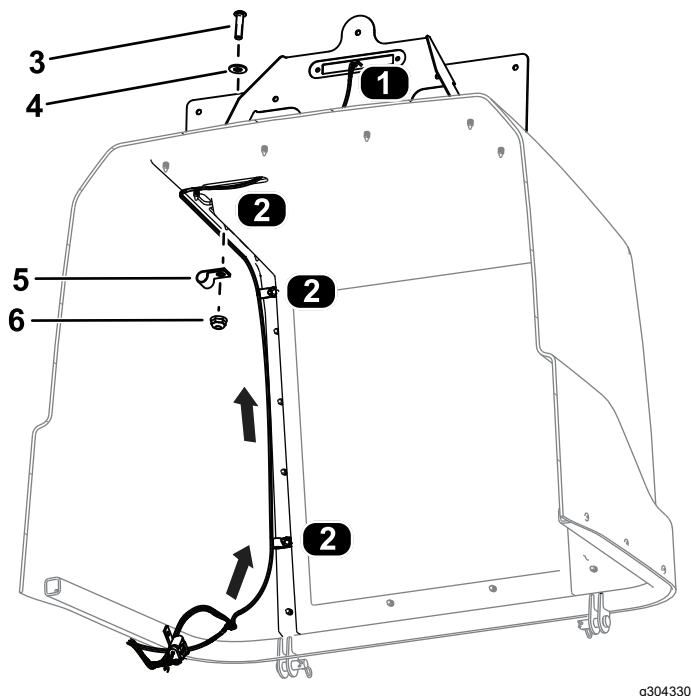

Figure 38
9. Faites passer le connecteur de faisceau étiqueté LICENSE LIGHT (J01, J02) dans le capot et branchez-le à l'éclairage de la plaque d'immatriculation (Figure 38).
10. Fixez le faisceau au capot avec 3 vis à tête creuse hexagonale ($\frac{1}{4}$ " x 1"), 3 rondelles plates, 3 colliers et 3 écrous à embase ($\frac{1}{4}$ "), comme montré à la Figure 38.